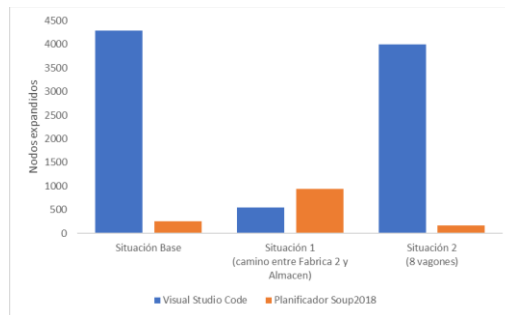

Figura 4. Nodos expandidos en cada una de las situaciones.
- El planificador *Soup2018* usa una heurística que reduce la expansión de nodos, frente a los nodos expandidos por *VSC* como se ve en la Figura 4.